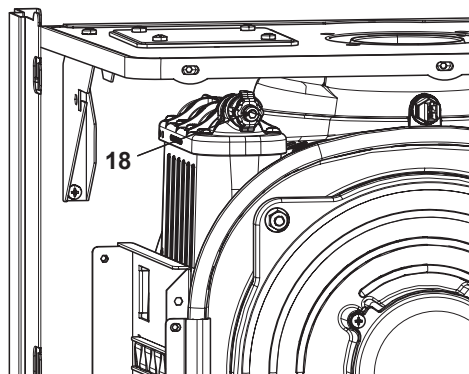

Рисунок 6.4
- Перед откручиванием выпускного патрубка первичного конденсирующего теплообменника 18, см. Рисунок 6.4, подсоедините сливную трубку к штуцеру для выпуска воды на выходе.
- Наполните систему отопления, см. раздел «Наполнение контура отопления» на стр. 15, и закройте выпускной патрубком первичного конденсирующего теплообменника 18 на Рисунок 6.4, когда из него начинает выходить вода. Снимите сливную трубку.